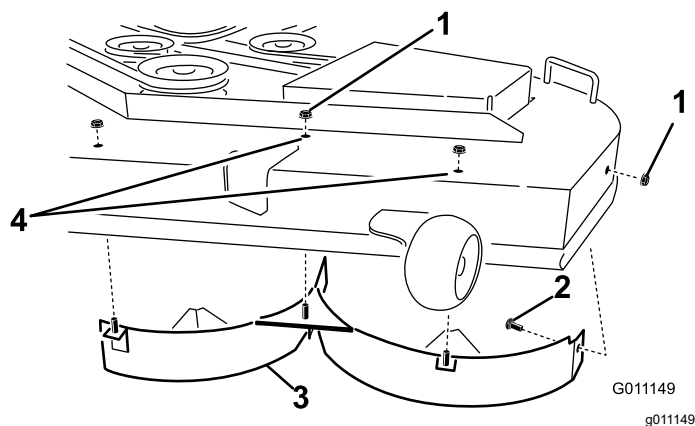

Figure 13
4. Retirez les 2 contre-écrous (5/16") fixés aux montants soudés du déflecteur gauche sur le dessus du plateau de coupe, au centre et à gauche du centre (Figure 13).
6. Déposez le déflecteur gauche du plateau de coupe, comme montré à la Figure 13.